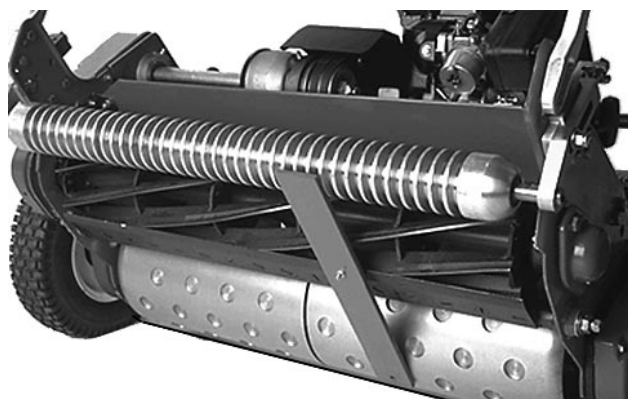

Fig. 8
4. Huk skruhodet på knivplatens klippekant og hvil linjalens bakre ende mot bakre valse (fig. 8).